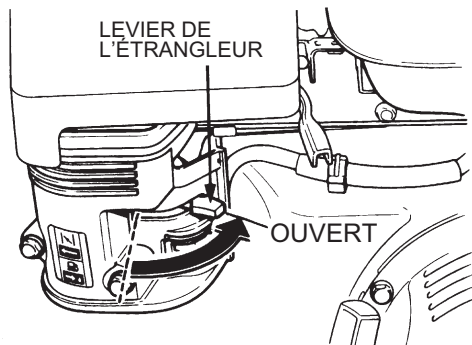

Figure 18. Choke Lever (Open)
8. Si le levier d'étrangleur a été mis en position « **FERMÉ** » pour démarrer le moteur, déplacez-le progressivement jusqu'en position « **OUVERT** » (Figure 18) quand le moteur monte en température. Si le moteur n'a pas démarré, répétez les étapes 1 à 6.